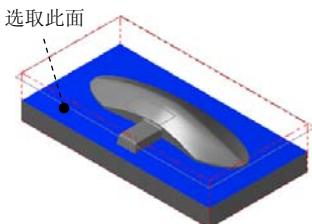

图 9.20 选取干涉面
(3) 单击 **干涉面** 区域中的  按钮, 选取图 9.20 所示的面为干涉面, 然后按 Enter 键。
(4) 单击  按钮, 完成加工区域的设置, 同时系统弹出“曲面残料粗加工”对话框。